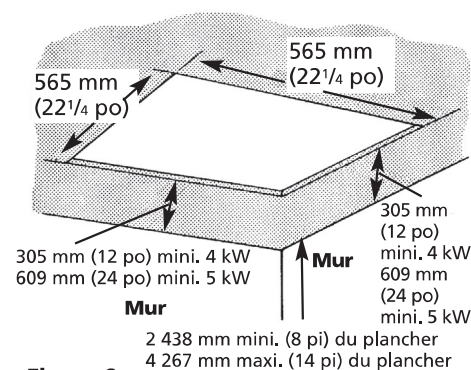
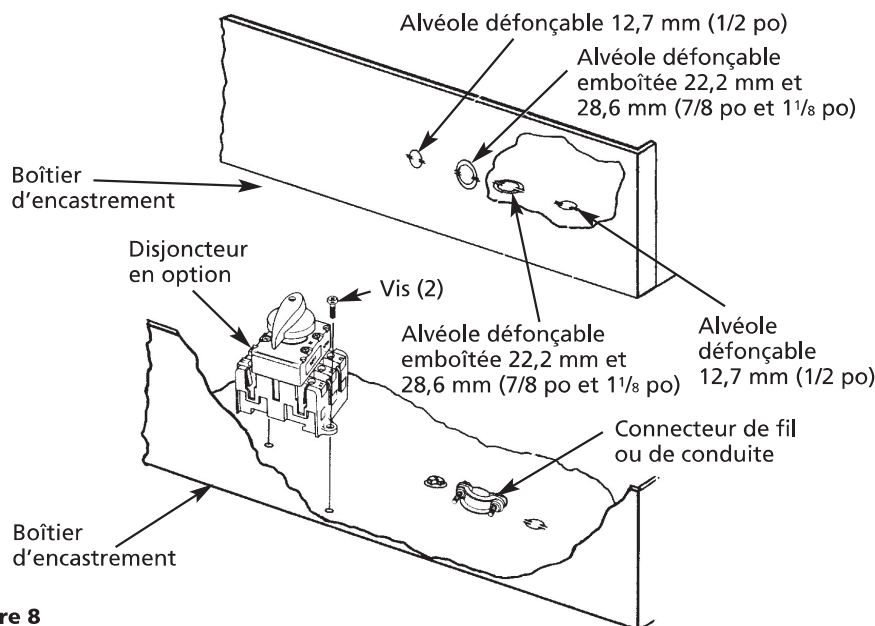

Figure 6
Figure 8
### INSTALLATION DE RADIATEURS ENCASTRÉS DANS DES PLAFONDS PERMANENTS 2YU36, 2YU37, 2YU39, 2YU41 ET 2YU43 (voir Figures 6, 7, 8 et 9 pages 6 et 7)
- Découper une ouverture de 565 mm x 565 mm (221/4 po x 221/4 po) dans le plafond pour installer le boîtier d'encastrement (Figure 6).
- Retirer le radiateur encastré de l'emballage en carton. Le radiateur inclut (1) boîtier d'encastrement, (1) radiateur, (1) plaque d'encastrement et (1) jeu de grilles d'évacuation.
- Séparer le boîtier d'encastrement de l'ensemble. Enlever les quatre (4) écrous des goujons pour séparer le radiateur du boîtier d'encastrement. **Ne pas jeter** les écrous car ils seront utilisés à l'étape 13 pour remonter le radiateur sur le boîtier d'encastrement.
- Enlever une des alvéoles défonçables et installer un connecteur de câble ou de conduite (Figure 8).
- Installer le disjoncteur en option (si exigé) comme indiqué à la Figure 8.